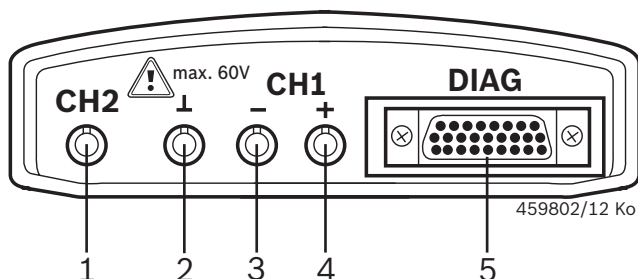

Fig. 1: Painel de diagnóstico/painel de medição
- Se não está conectado nenhum cabo de diagnóstico, antes das medições U, R ou I, estabelecer uma conexão à massa dos módulos KTS (fig. 1, pos. 2) com o cabo da massa fornecido à massa do veículo!